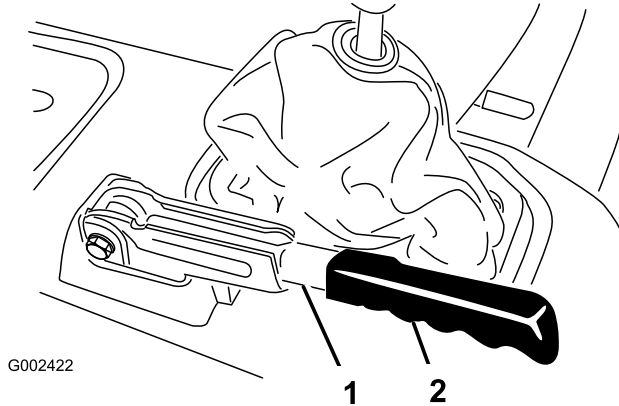

Figura 53
1. Retire la pieza de goma de la palanca del freno de estacionamiento (Figura 53).